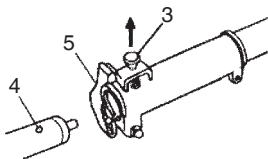

Fig. 2
2. Asegúrese de que el pasador (3) se introduce adecuadamente en el orificio (4) del tubo y de que éste no se suelta. (Fig. 2)
3. Ajuste la tuerca del asa (5) firmemente. (Fig. 2)